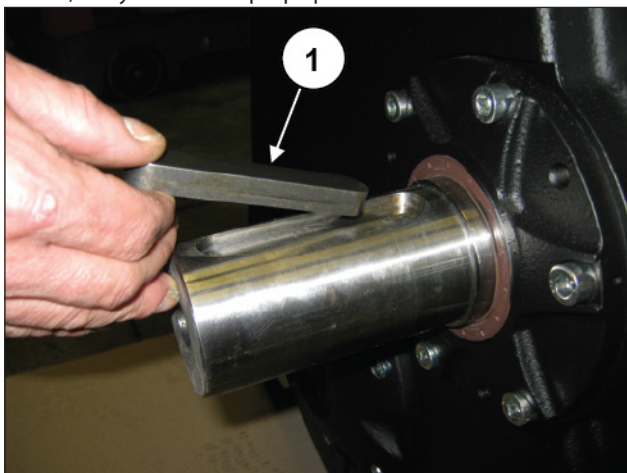

Рис. 144
Вставьте шпонку в вал ВОМ (поз. ①, Рис. 144).